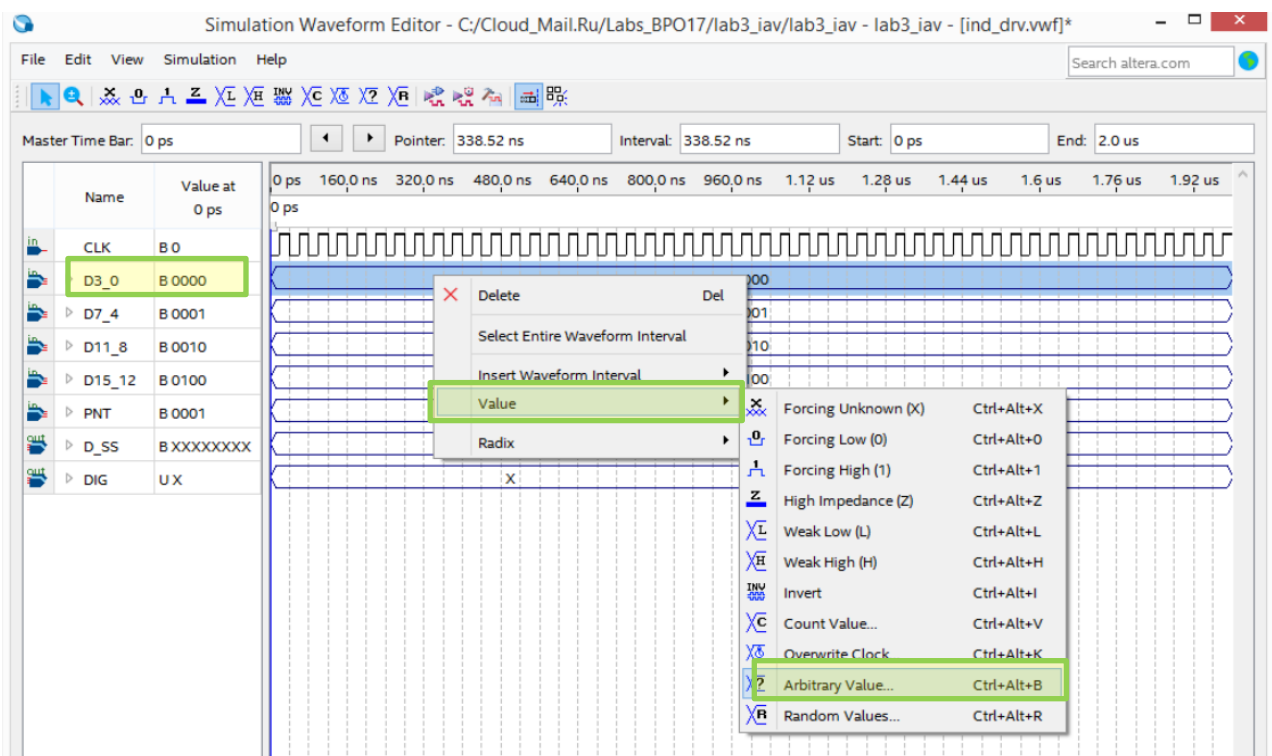
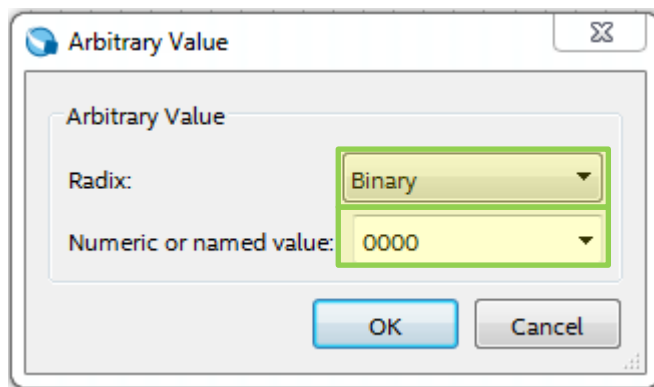

Рис.40 Определение типа значения выбранного сигнала
Рис.41 Определение значения сигнала выбранного типа
2. В выделенном сигнале (или фрагменте) нажмите ПКМ и в выпадающем меню выберите строку **Value**, появится еще одно меню, из которого можно выбрать нужные значения (рис. 40). В данном примере значение **Arbitrary value** (значение задаваемое пользователем). Задайте значение **binary**, “0000” (рис. 41).